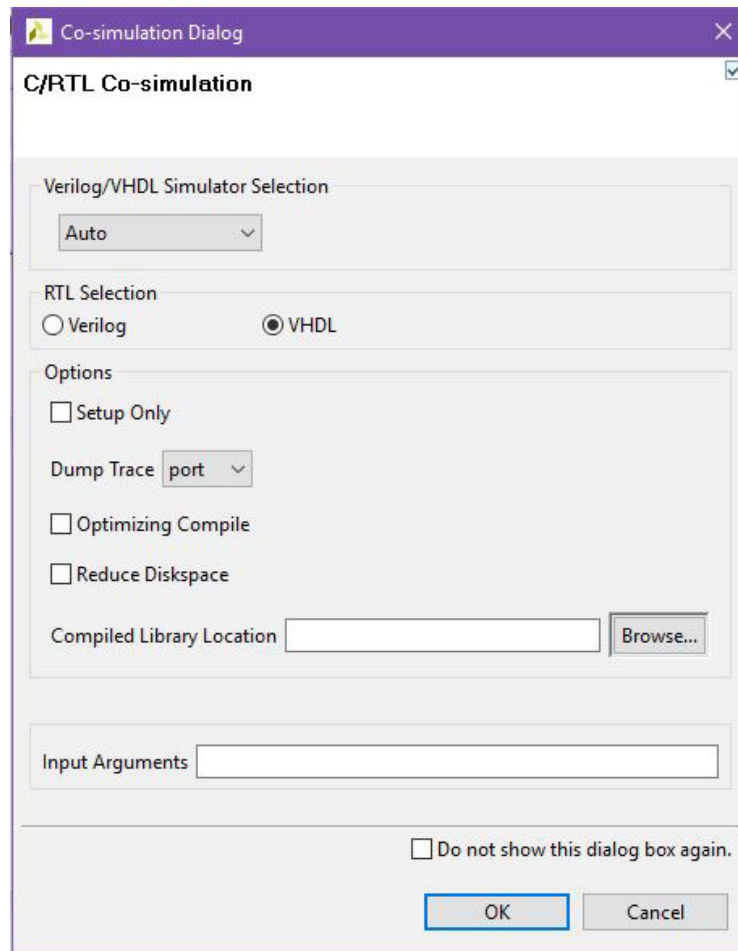

Abbildung 11: Cosimulation
- Wählen Sie in der Cosimulation-Box (Abbildung 11) unter `RTL Selection`: `VHDL` aus und unter `Dump Trace`: `port` aus. Mit diesen Einstellungen werden für die Ports Traces aufgezeichnet, welche danach im Vivado Wave Viewer betrachtet werden können.